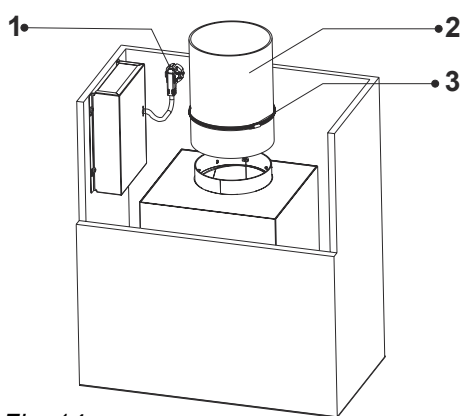

Fig. 14
6. Anslut strömkabeln. (Observera att strömförsörjningen måste vara jordad). (Fig. 14).
Utsugskanalen måste anslutas till fläktens utsug. Spänn åt ordentligt med spännband (Fig. 14).